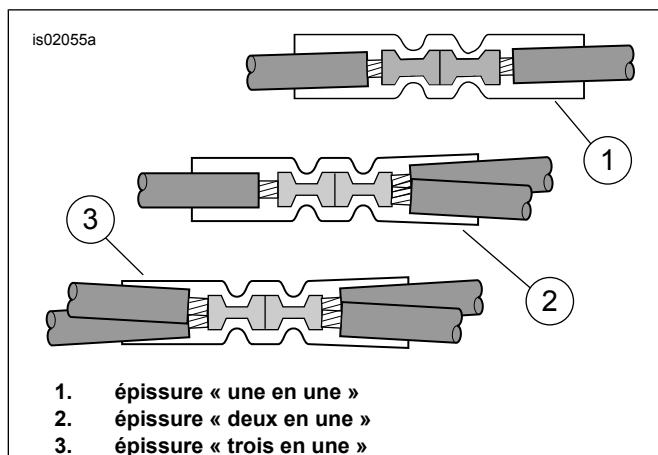

Figure 22. Configurations des épissures
3. Consultez Figure 22. La configuration d'épissure « deux en une ». Dans le kit, prenez le connecteur à jonction étanche (consultez Figure 34, article 4) **rouge**. Épisser le fil noir de l'émetteur de commande de porte de garage aux fils **noirs** du phare. Taillez l'arrière du boîtier du faisceau de fils de l'émetteur afin de faciliter l'épissage.
- a. Épisser les fils aux extrémités protégées du faisceau de raccordement électrique, au besoin. Si le faisceau de raccordement électrique a été épissé lors d'une précédente installation d'accessoire, couper les épissures existantes. **NE PAS RETIRER** le bouchon hermétique du fil ROUGE. Voir la Figure 22. pour les configurations à épissures multiples.
- b. Couper le capuchon du fil noir, dénuder, sertir et sceller au fil NOIR du faisceau de fils de **ce** kit, en utilisant le fil noir supplémentaire (10) du jeu de pièces de fixation comme extension.
4. Consultez Figure 22 . La configuration d'épissure « deux en une ». Dans le kit, prenez le connecteur à jonction étanche (consultez Figure 34 , article 4) **rouge** . Épissez le câble d'alimentation du faisceau de câble du ouvre-porte de garage avec les fils orange/blanc du faisceau principal conformément à l'annexe du manuel d'entretien.